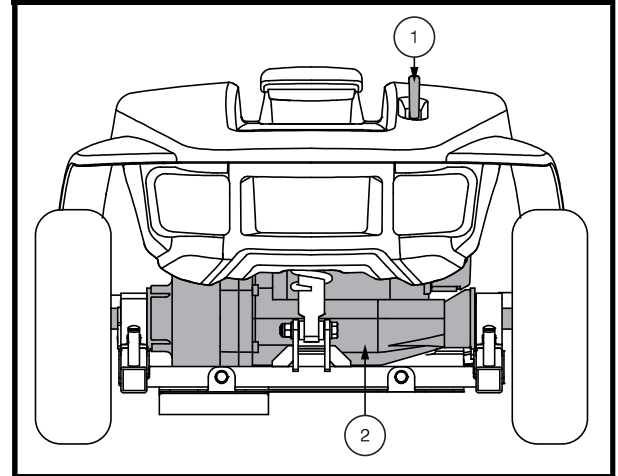

Abb. 3. Heckteil
1. Sie suchen die Hebel an der Hinteren Seite des Fahrgestells. **Siehe Abb. 3.**